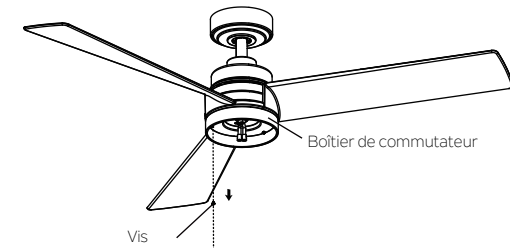

Fig. 19
Étape 1. Retirez une des trois vis préinstallées sur le côté du bord extérieur du boîtier de commutateur et mettez-la de côté pour plus tard. Desserrez les deux autres vis (sans les retirer). (Fig. 19)